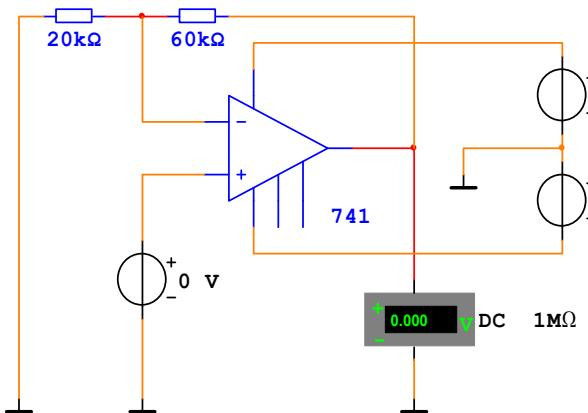

Рис.8.2
8.2.3. Для снятия передаточной характеристики ОУ с ООС в схеме неинвертирующего усилителя соберите схему, приведенную на рис.8.2. Активизируйте схему. Изменяя входное напряжение ОУ и фиксируя значение выходного напряжения, снимите прямую ветвь передаточной характеристики. Необходимое количество измерений установите самостоятельно с учетом точного определения величины входного напряжения, соответствующего насыщению выходного напряжения. Измените полярность включения генератора входного напряжения и аналогично снимите обратную ветвь передаточной характеристики. Постройте передаточную характеристику ОУ и определите коэффициент усиления и рабочий диапазон входных и выходных напряжений.